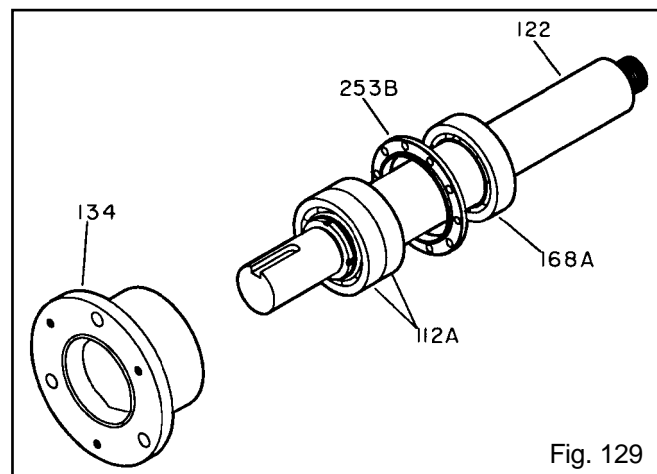

Fig. 129
8. Recubra con aceite la parte de afuera del cojinete exterior (112A) y el orificio de la caja del cojinete (134).
9. Baje el conjunto del eje/cojinetes en la caja de los cojinetes (134) (Fig. 129).